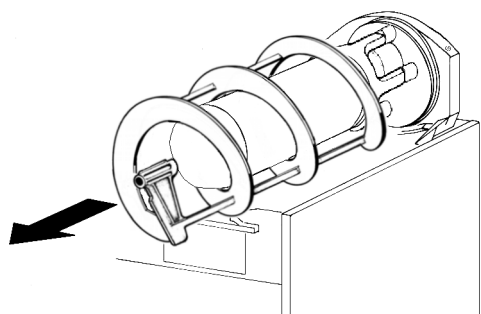
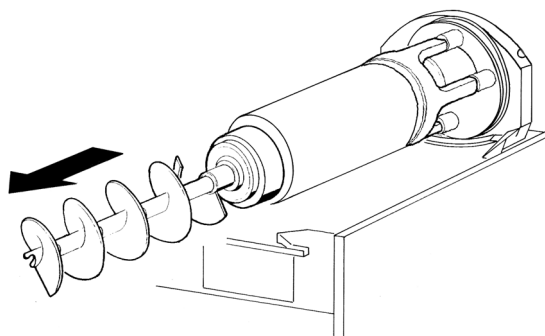

figure 8
figure 9
**3** Enlever de l'évaporateur la spirale extérieure (voir figure 8) puis l'hélice intérieure (voir figure 9).